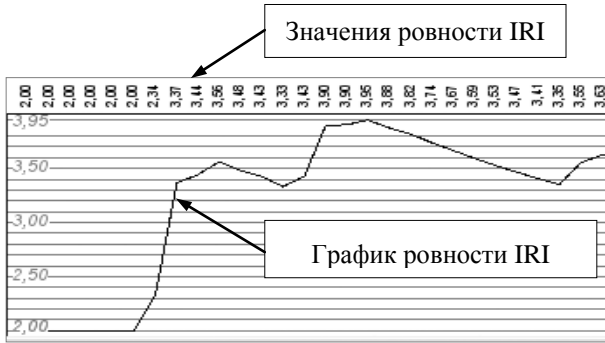

Рис. 22.3
3. После применения (кнопка <F12>) выполняется расчёт показателя ровности IRI и заполняются графы **Ровность IRI** и **График ровности IRI** (рис. 22.3).